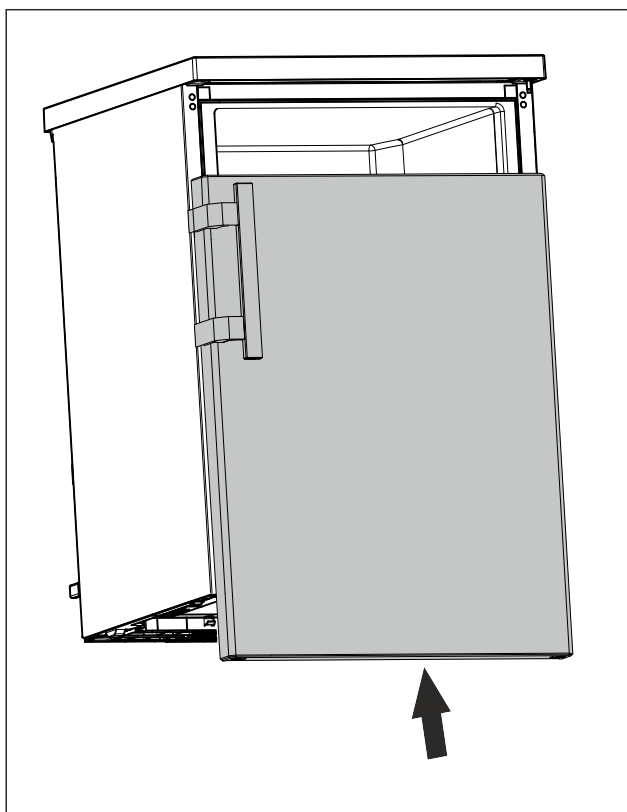

Fig. 15
- ▶ V zavřeném stavu nasad'te dvířka na horní čep. (viz Fig. 15)